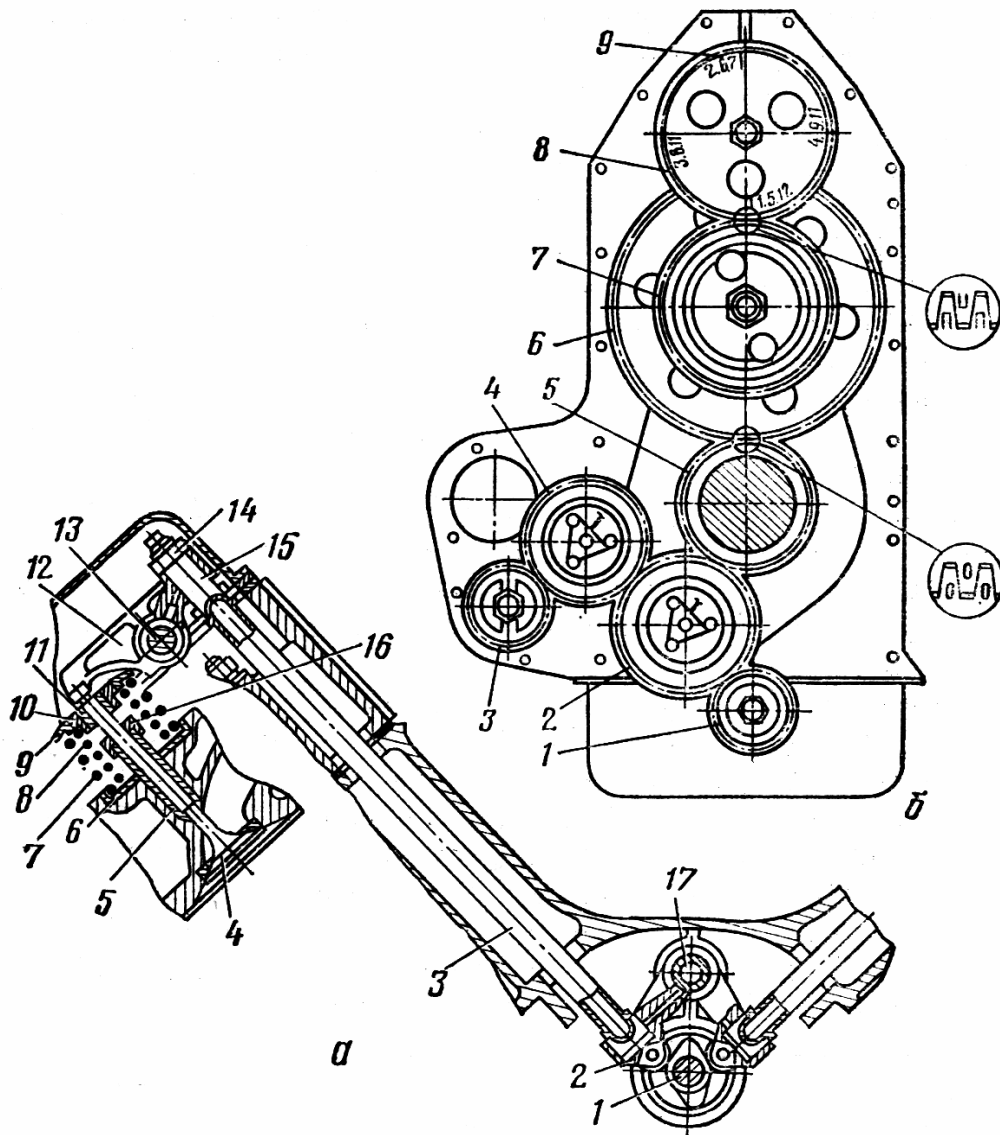

Рис. 1.1. Газораспределительный механизм двигателя ЯМЗ-240Б:
6. Изучите устройство газораспределительного механизма, показанного на рис. 1.1. Рассмотрите детали клапанного меха-